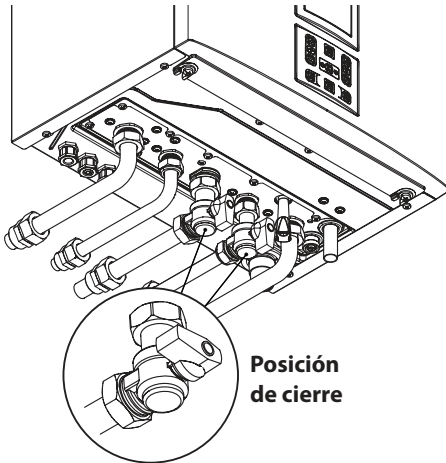

Figura 2.33
- Cierre las llaves de la caldera Figura 2.33;